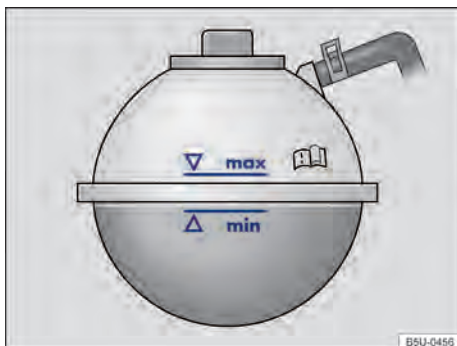

Fig. 156 No compartimento do motor: marcação no reservatório de expansão do líquido de arrefecimento do motor.
- Com o motor frio, verificar o nível do líquido de arrefecimento do motor pela marcação lateral do reservatório → Fig. 156.
- O nível do líquido de arrefecimento do motor deve permanecer dentro da marcação do reservatório → Fig. 156. **Não completar acima da marca "max" → .**
❶ NOTA
- Completar com líquido de arrefecimento do motor somente até a marca “max” → Fig. 156. Caso contrário, ao aquecer-se, o líquido excedente será expulso do sistema de arrefecimento do motor e poderá causar danos.